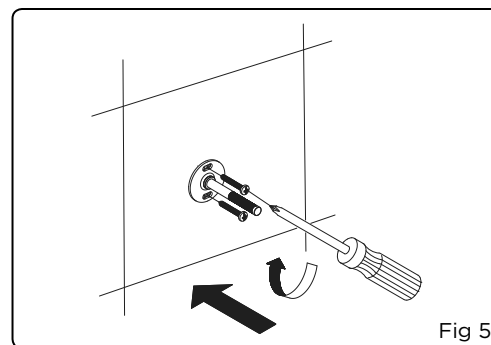

Fig 5
5. Secure post with mounting screws provided (Fig 5).
5. Fixer le poteau à l'aide des vis fournies (fig. 5).
5. *Atornille el montante con los tornillos que se incluyen (fig. 5).*